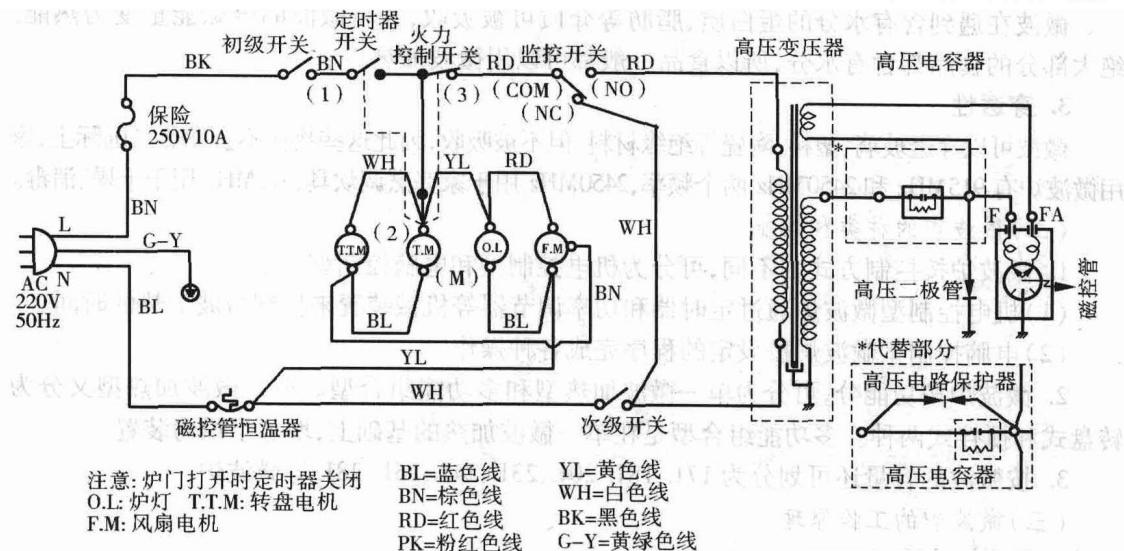
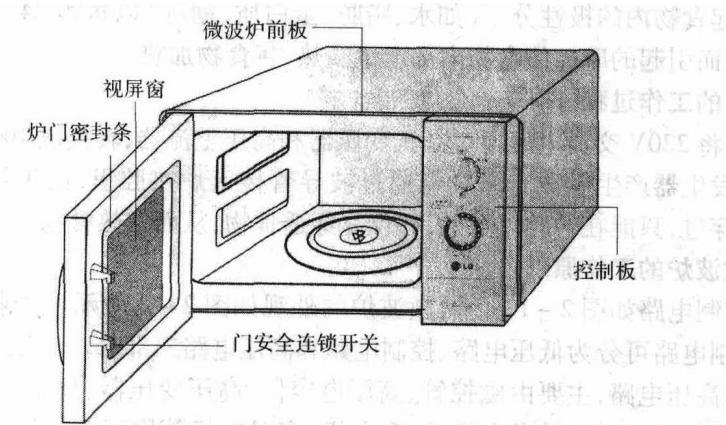
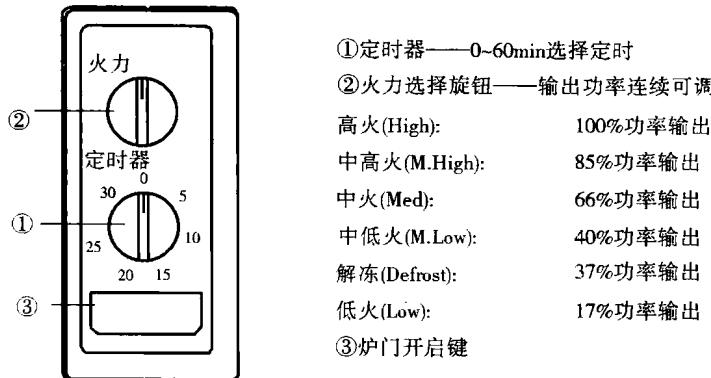

图 2-1 WP700(MS-2040) 电路图
图 2-2 外观结构图
图 2-3 格兰仕 WP800 型微波炉控制面板说明
微波炉控制电路如图 2-1 所示，微波炉的外观如图 2-2 所示，控制面板如图 2-3 所示，微波炉控制电路可分为低压电路、控制电路和高压电路三部分。高压变压器次级绕组及之后的电路为高压电路，主要由磁控管、高压电容器、高压变压器、高压二极管、高压保险管等组成，变压器初级、炉灯、转盘电机、风扇电机、定时电机等属于 220V 低电压电路；初级门锁开关、次级门锁开关、监控开关、磁控管自复位热断路器、定时器开关、火力控制开关等属于控制电路。磁控管是微波炉的心脏，微波就是由它产生并发射出来的。
(7) 控制板—格兰仕 WP800 型微波炉控制面板如图 2-3 所示。